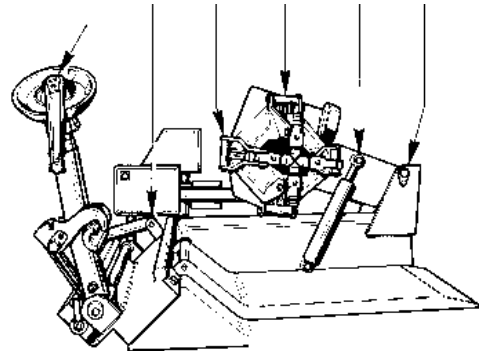

Abb.52
1. Alle Stellen mit einem Schmiernippel einmal im Monat schmieren (Abb.52).